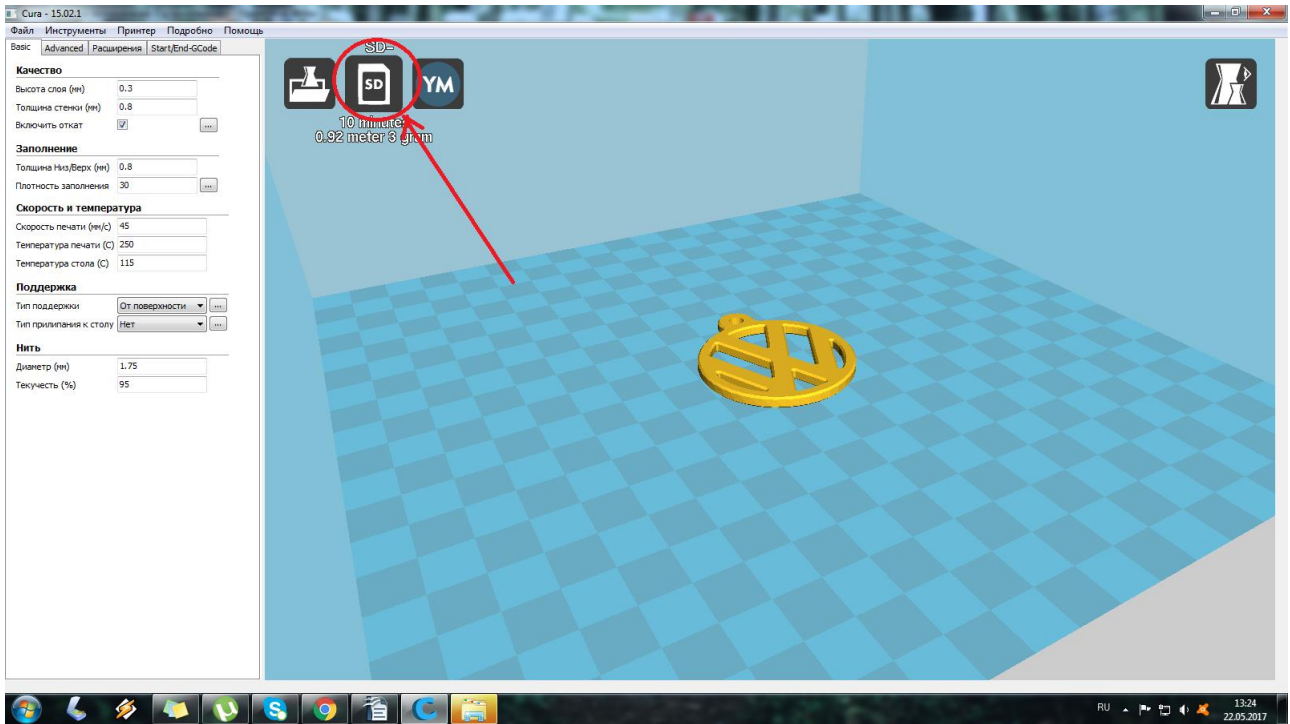
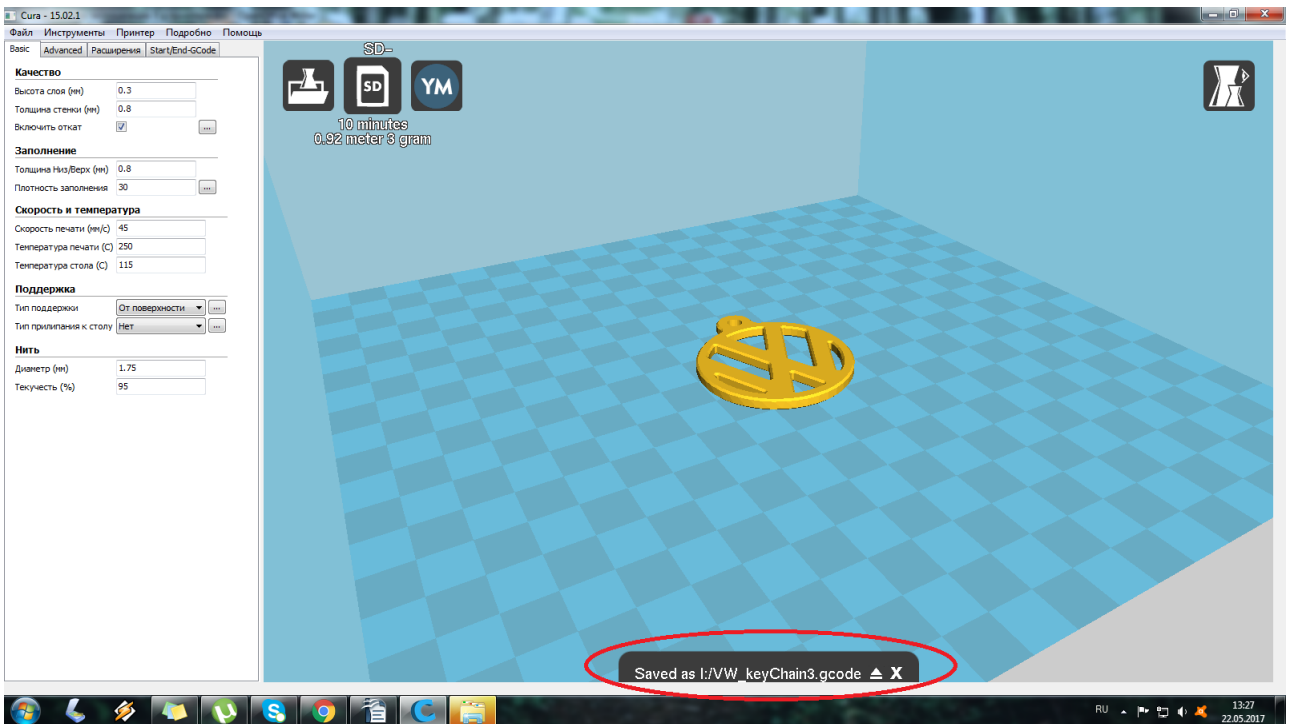

Рисунок 6. Значок SD -карты
Рисунок 7. Сохранение G-кода модели.
7. Подключите SD- карту к компьютеру и сохраните G-код модели путем нажатия на значок SD-карты, который отобразится после подключения карты, рисунок 6 и рисунок 7